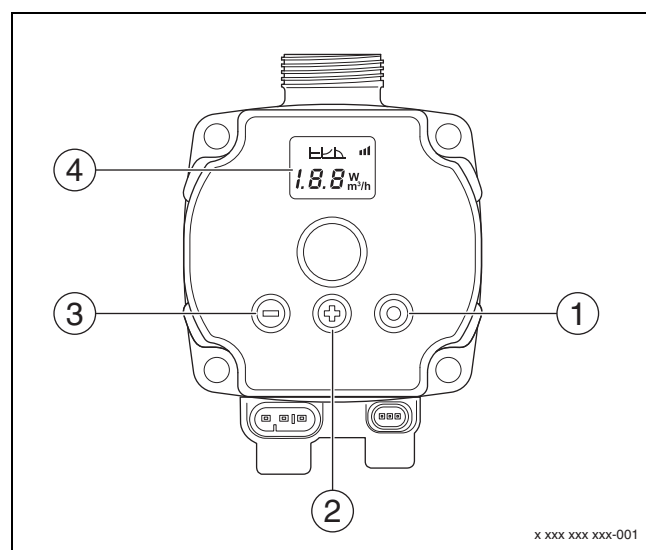

Bild 7 Einstellungen Pumpe Calio SI 25-80 HP PWM
- ▶ Bedienknopf (→ Bild 7 [1]) drücken, um das Display (→ Bild 7 [4]) aus dem Ruhemodus zu aktivieren.
3. Um den Sollwert einzustellen, Bedienknopfs (+) oder (-) (→ Bild 7 [2] und [3]) drücken bis AN. Analoges Signal 0-10 V erscheint.
4. Um den eingestellten Sollwert zu übernehmen, Bedienknopf (→ Bild 7 [1]) drücken.